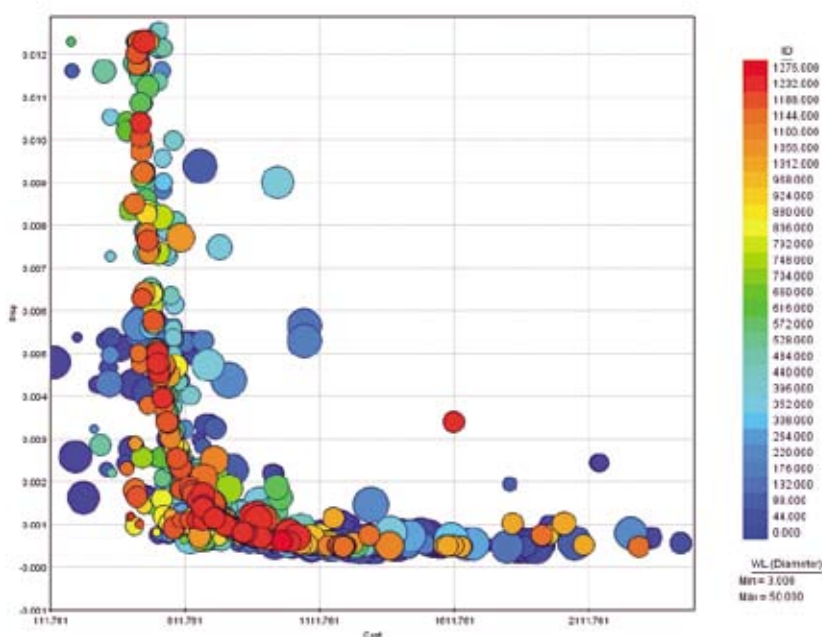

图14 Bubble图
7. **Bubble气泡图**：可显示三维信息，也可直接读出横坐标和纵坐标的数值，点的大小与第三个变量的值成正比，如图14。新版本的Bubble图还可看到遗传算法的进化过程。